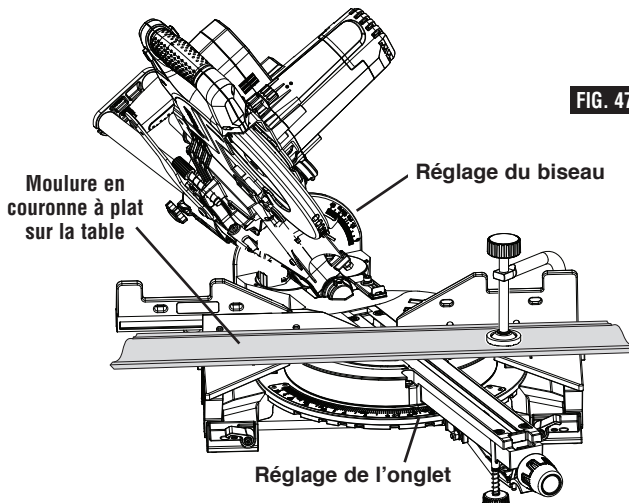

FIG. 47
2. Posez la moulure le dos à plat sur la table de sciage et le rebord correct contre le guide, puis assujettissez-la avec une bride (figure 47).